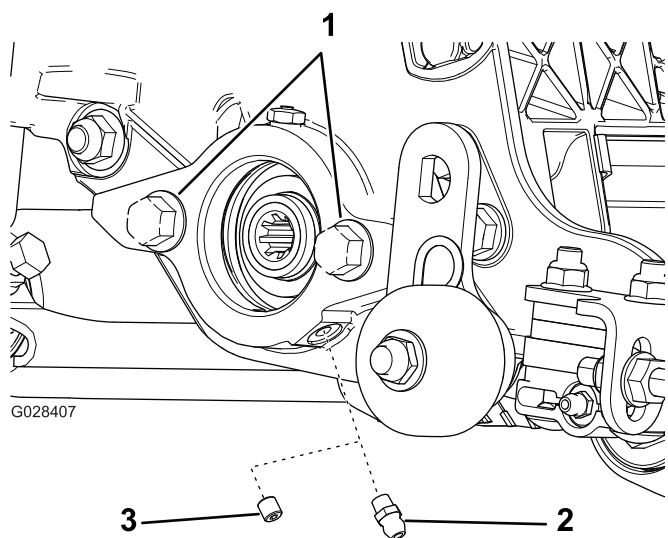

Bild 5
1. Entfernen Sie die Stellschraube an der Seitenplatte des Spindelmotors und werfen Sie sie weg (Bild 5).
2. Bringen Sie den geraden Schmiernippel an (Bild 5).
3. Wenn die Spindelmotor-Seitenplatte keine Schrauben hat, bringen Sie welche an (Bild 5).
Der Vertikutierer kann an jeder der fünf Stellen an der Zugmaschine montiert werden. In Bild 5 ist die Ausrichtung des Antriebsmotors für jede Stelle abgebildet. An allen Stellen, an denen der Motor am rechten Ende des Vertikutierers montiert werden muss, müssen Sie ein Gegengewicht am linken Ende des Vertikutierers installieren. An Stellen, an denen der Motor am linken Ende montiert werden muss, müssen Sie ein Gegengewicht am rechten Ende des Vertikutierers installieren.